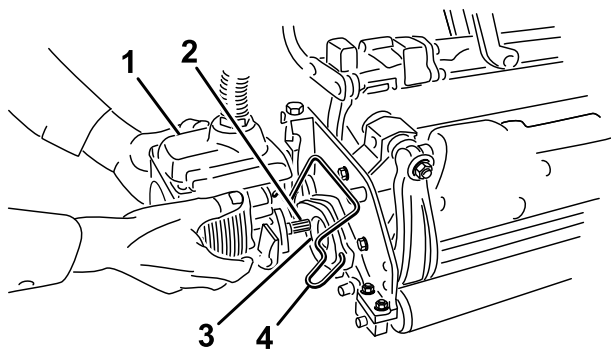

Figura 38
6. Cubra el eje acanalado del motor de la unidad de corte con grasa limpia (Figura 38).
7. Introduzca el motor en el lado izquierdo de la unidad de corte (visto desde el puesto del operador) y tire de la barra de retención del motor (en la unidad de corte) hacia el motor hasta que oiga un "clic" en ambos lados del motor (Figura 38).